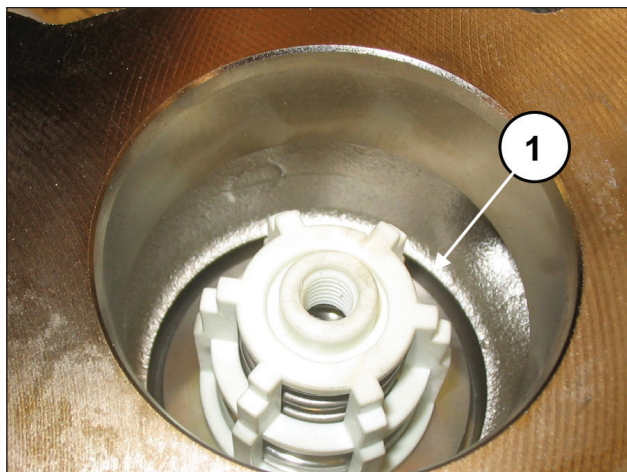

Fig. 108
Engager à fond le groupe soupape qui devra être positionné comme indiqué rep. ①, Fig. 108.